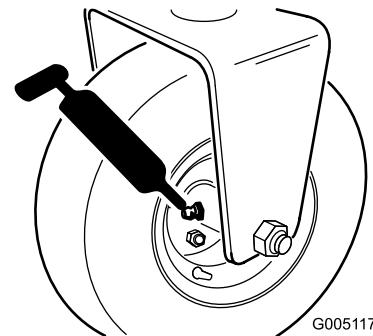

Figura 36
- Conjunto do hub do cilindro traseiro ou, se instalado com um kit de tração às 3 rodas, engates da roda traseira e biela esférica externa (1) (Figura 36)